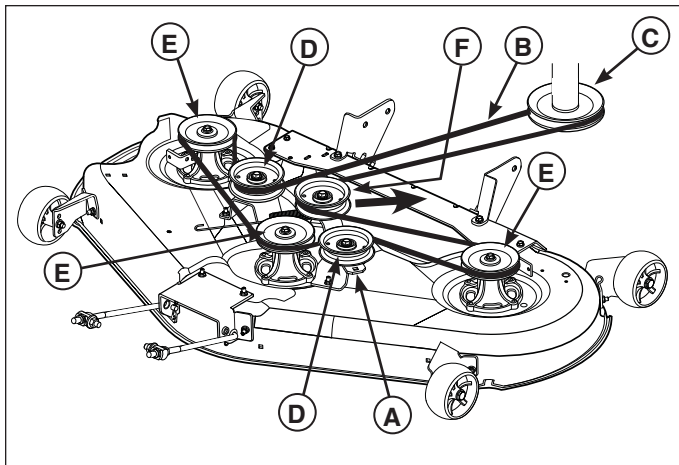

Figura 18. Encaminamiento de la correa del cortacésped
3. Tire de la polea tensora hacia atrás (**F**, Figura 18) en la dirección indicada por la flecha, y retire la correa del cortacésped de la polea del PTO (**C**).
6. Tire de la polea tensora hacia atrás (D, Figura 18) en la dirección indicada, e instale la correa en la polea del PTO como indica la Figura 18.